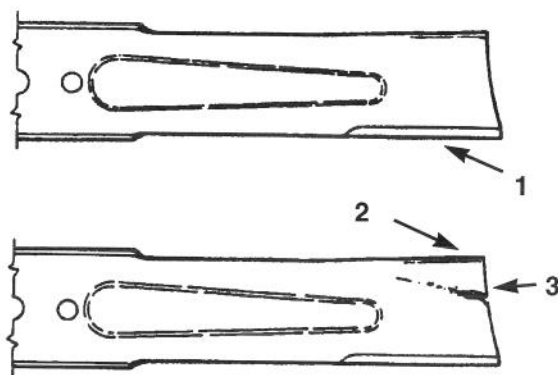

Figure 35
2. Examiner les arêtes tranchantes (Fig. 35). Si elles sont émoussées ou ébréchées, déposer la/les lame(s) et la/les affûter; se reporter à la section *Affûtage de la/des lame(s)*.
3. Examiner la/les lame(s), en particulier la zone courbe (Fig. 35). Remplacer la lame au moindre signe de dégât, d'usure ou si une fissure se forme à cet endroit (Fig. 35).